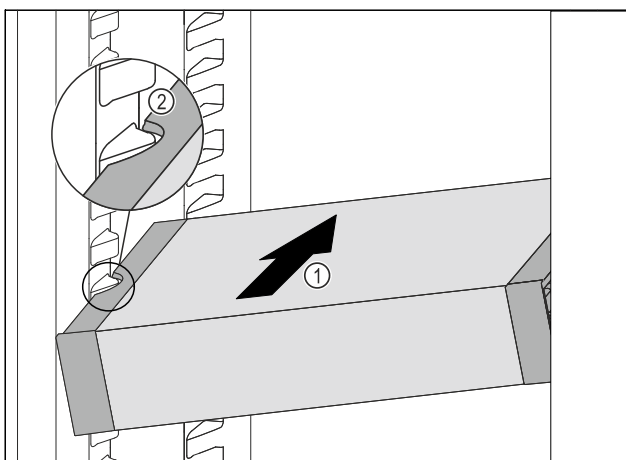

Fig. 239
- VarioSafe gurajte koso u hladnjak Fig. 239 (1) sve dok se bočni otvori Fig. 239 (2) ladice VarioSafe ne nađu na visini žlijeba spremnika u hladnjaku.